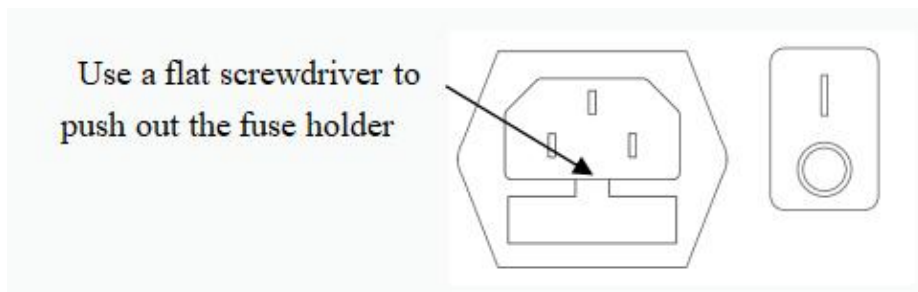

Рис. 15.1 Замена патрона предохранителя
- 3) Держатель предохранителя и разъем питания интегрированы, аккуратно выдавите держатель предохранителя из позиции, показанной на рис. 15.1, с помощью плоской отвертки;